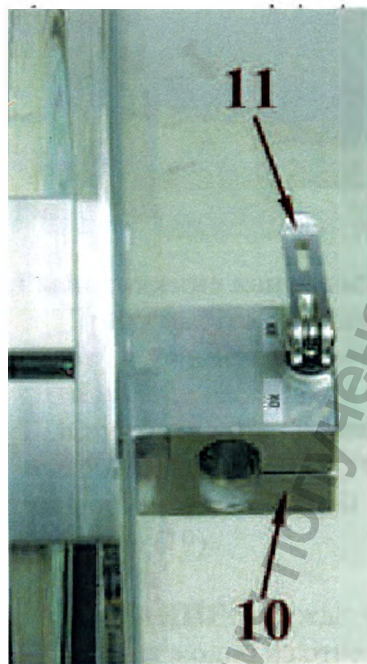

Рис. 7
Убедитесь, что аксессуар полностью вставлен в трубку (10), а фиксатор (11) затянут (см. Рис. 7).